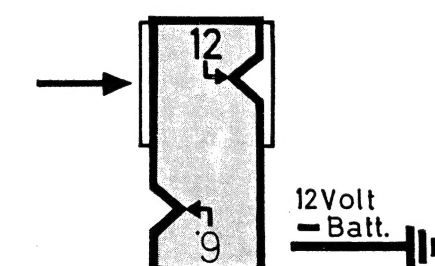

Fig. 42
2. **12 V Schaltung:** Fig. 42
2. **12 V circuit:** Fig. 42